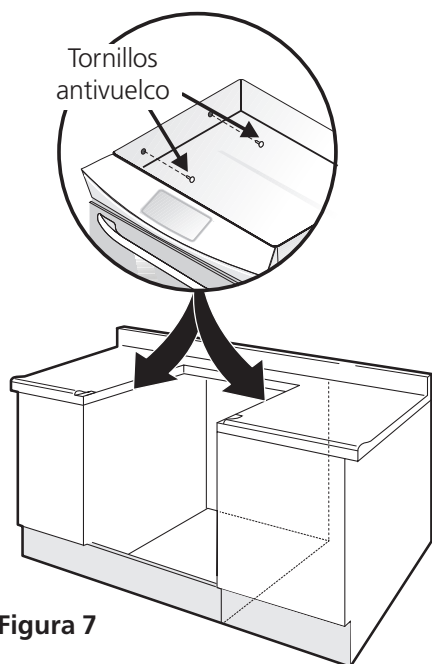

Figura 7
2. Levante la tapa y fije la caja de hornillas al armario con estos tornillos para evitar que la estufa se vuelque (vea Figura 7).